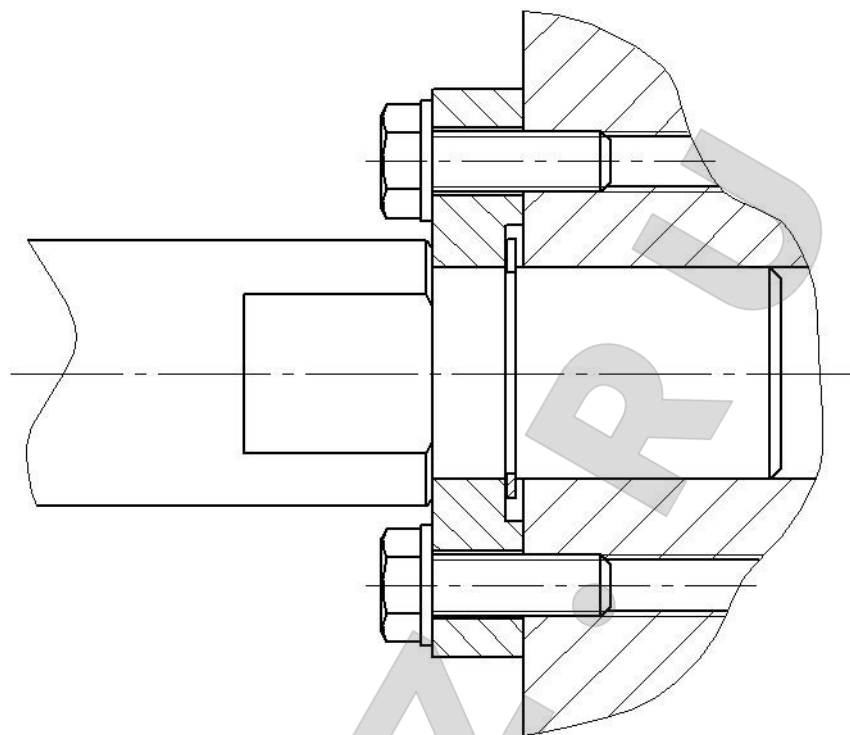

Рис. 3 Крепление двигателей Камаз и ЯМЗ
7.4. Совместить отверстия в уголках адаптеров с отверстиями в двигателе (агрегате) и закрепить двигатель. Затянуть все крепежные элементы адаптеров. Для двигателей ЯМЗ и КАМАЗ вставить крепежные кронштейны в отверстия рубашки охлаждения блока цилиндров до упора и притянуть фланцы болтами М8х25 (в комплект не входят), как показано на рис. 3.